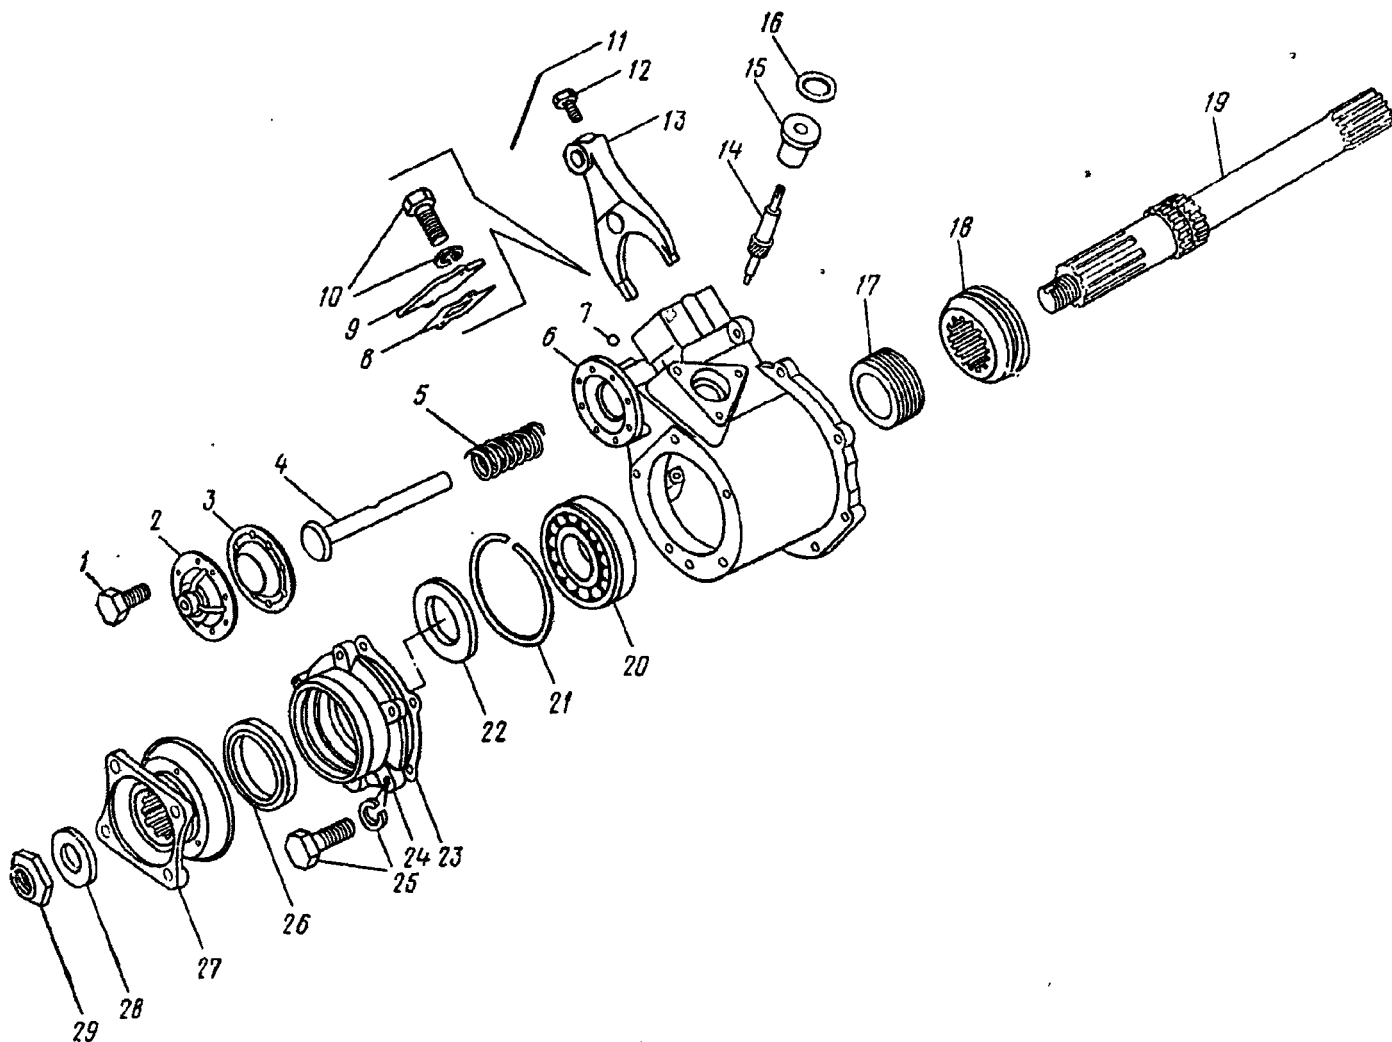
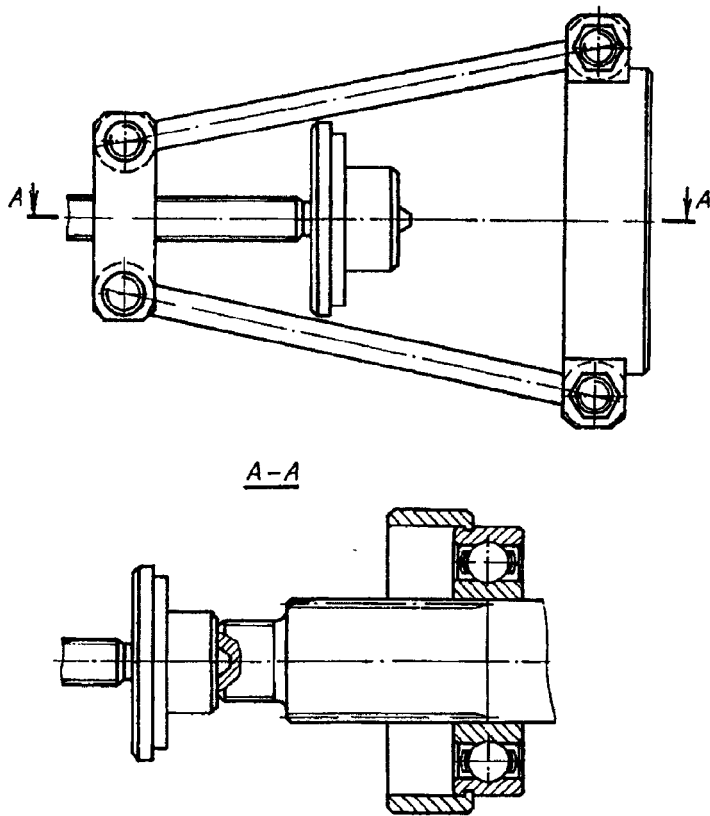

Рис. 171. Картер привода переднего моста в сборе с валом.
Рис. 172. Снятие подшипника вала привода переднего моста
50. Раскерните и отверните гайку 29 (рис. 171), снимите шайбу 28	Молоток, зубило, торцовый ключ 46 мм
59. Выпрессуйте съёмником (рис. 172) из картера 6 (см. рис. 171) шарикоподшипник 20. Выпрессуйте штуцер 15 и зубчатое колесо 17 привода спидометра	Оправка, молоток, съёмник
88. Установите на шлицы вала 19 (см. рис. 171) муфту 18 блокировки дифференциала конусом к широкому венцу. Напрессуйте зубчатое колесо 17 привода спидометра зубьями в сторону муфты. Напрессуйте шарикоподшипник 20 и поставьте маслоотгонную шайбу 22	Оправка, пресс, молоток